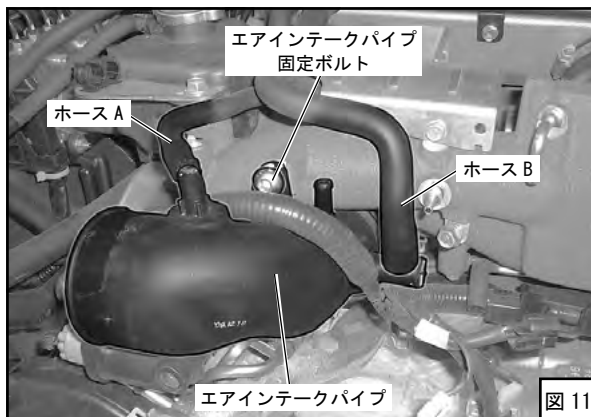
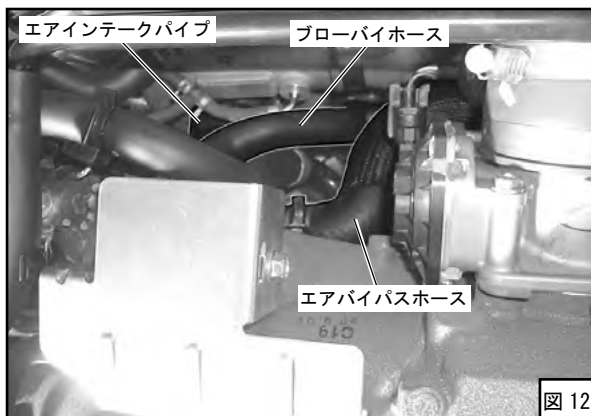

図 11
図 12
- (20) エアインテークパイプから各ホースを抜いてください。(図11、図12)
- (21) エアインテークパイプ固定ボルトを取外してください。(図11)
- (22) エアインテークパイプのターボ入口側のホースバンドをゆるめ、エアインテークパイプをフリーな状態にしてください。
- (23) ブローバイホースをエンジン側から抜いてください。(図12)